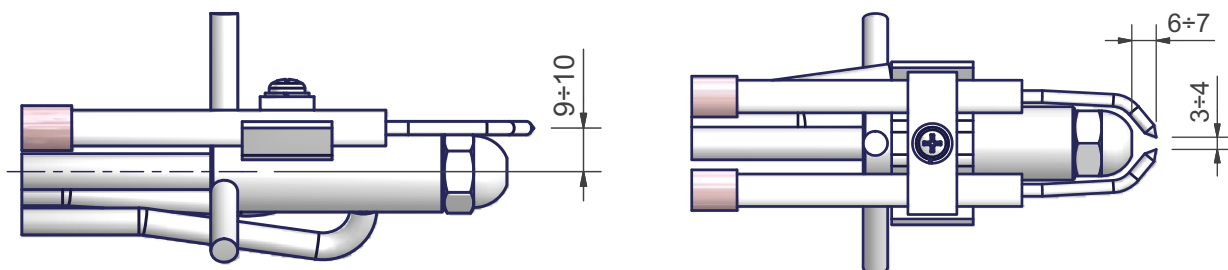

Рис. 41
- Проверить запальные электроды, почистить, при необходимости отрегулировать или заменить. (Рис. 41);